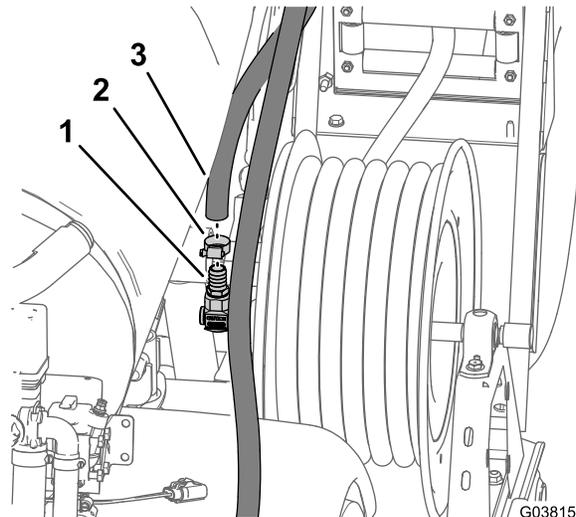

図 12
1. ホースリールの入口スイベルのバーブ付きフィッティングに、給液ホースを固定しているホースクランプを外す 図 12。
2. バーブ付きフィッティングから給液ホースを取り外す 図 12。